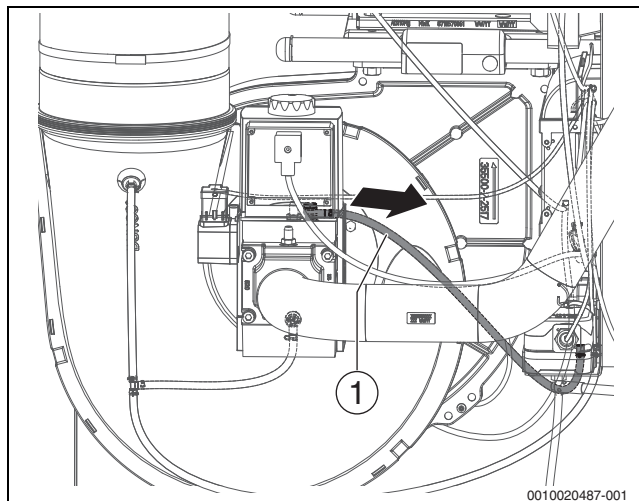

Рис. 44 Отсоедините трубку измерения давления газа на выходе
- ▶ Отсоедините трубку измерения давления газа на выходе газовой арматуры (→ Рис. 44, [1]).